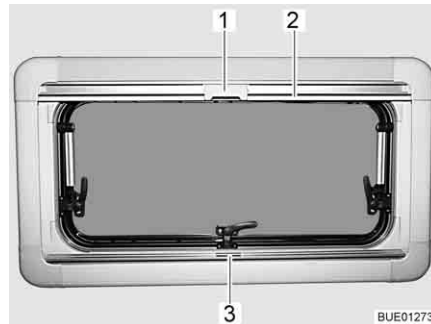

Fig. 71 Finestra apribile
- Afferrare la tendina oscurante pieghevole per la parte centrale della barra di presa (Fig. 71,3), tirarla dal basso verso l'alto e rilasciarla nella posizione desiderata. La tendina oscurante pieghevole rimane in questa posizione.
- Tirare la zanzariera a rullo accompagnandola con la barra di presa (Fig. 71,2) verso il basso, fino a quando la barra di presa non arriva a contatto con la tendina oscurante pieghevole (Fig. 71,3).
- Bloccare l'aggancio (Fig. 71,1) della zanzariera a rullo nella barra di presa della tendina oscurante pieghevole.
- Premere in alto all'indietro l'aggancio (Fig. 71,1) sulla zanzariera a rullo.
- Riconduurre lentamente la zanzariera a rullo accompagnandola con la barra di presa (Fig. 71,2).